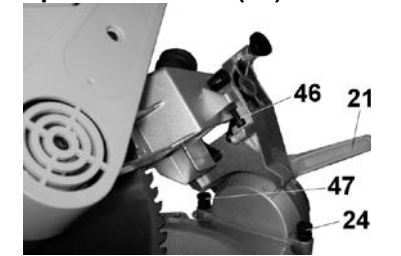

Рис.10
10.7. Регулировка нижнего положения пилы (Рис.10)